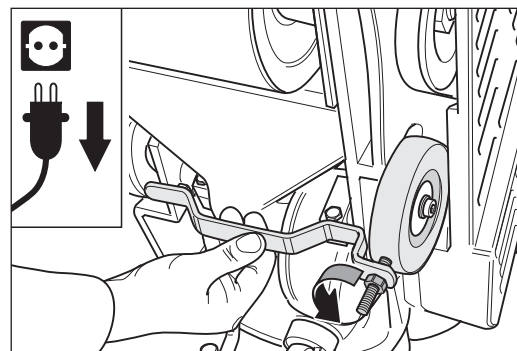

Abb. 74 Abnehmen der aktuellen Einstellung des rechten Rads (von unten betrachtet) mit Hilfe der Einstellvorrichtung.
- 4 Zum Einstellen nehmen Sie zunächst mit der Einstellvorrichtung (siehe Werkzeugtasche) die Ist-Position des einstellbaren Rads ab. Legen Sie die Einstellvorrichtung so an das Maschinengehäuse an, dass sie sowohl beidseitig an dem Maschinengehäuse als auch an dem einstellbaren Rad anliegt. Gegebenenfalls muss der Gewindestift der Einstellvorrichtung verdreht werden. Lösen Sie dafür die Mutter an der Einstellvorrichtung (Abb. 74).